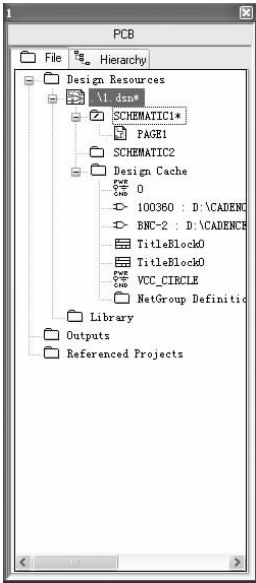
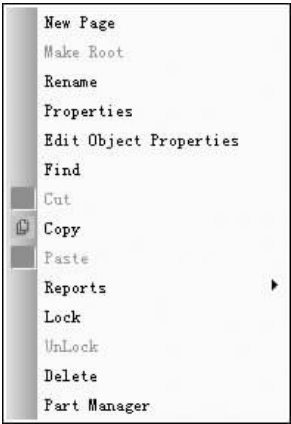

图 3-15 项目管理器
图 3-16 快捷菜单
1) 在如图 3-15 所示的项目管理器中选中原理图名称，选择菜单栏中的“Design（设计）”→“New Schematic Page（新建原理图图页）”命令，或单击右键，弹出如图 3-16 所示的快捷菜单。